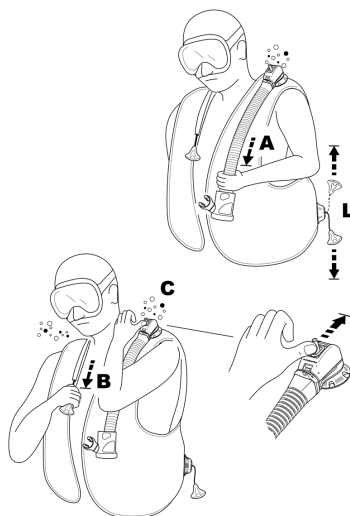

fig. 7
Fermarsi in posizione verticale. Tirare con cautela verso il basso il tubo corrugato (fig. 7 - A): è inutile tirare troppo, in quanto l'apertura della valvola è a corsa limitata. Per richiudere la valvola: smettere di tirare e rilasciare il corrugato.
- Il gruppo di scarico manuale (monocomando) presenta infatti un pernetto di scarico supplementare (brevettato) (fig. 7 - C) sul gomito corrugato che, spinto verso l'alto, scarica il sacco, ad es. in caso di difetto dello stesso monocomando (cavetto interno, pernetti di fissaggio rotti, ecc.) o mentre si respira con l'AIR 2.
- a) tirando leggermente sull'assieme tubo corrugato (fig. 7 - A)
- b) spingendo di lato il pernetto che sporge fuori dalla cassa della valvola (fig. 7 - C) (Brev.): questo sistema può anche essere utile per scaricare il sacco di un altro subacqueo in difficoltà (panico, stato d'incoscienza, ecc.)
La valvola sulla spalla destra, si aziona tirando leggermente il pomolo, collegato ad essa da un cordino (fig. 7 - B). To operate either style of dump valve, orient the valve to a position higher than the air bubble in the BC. Activate the dump valve until the desired amount of buoyancy is reached. Stop pulling/pushing to close the valve (fig. 7 - B).